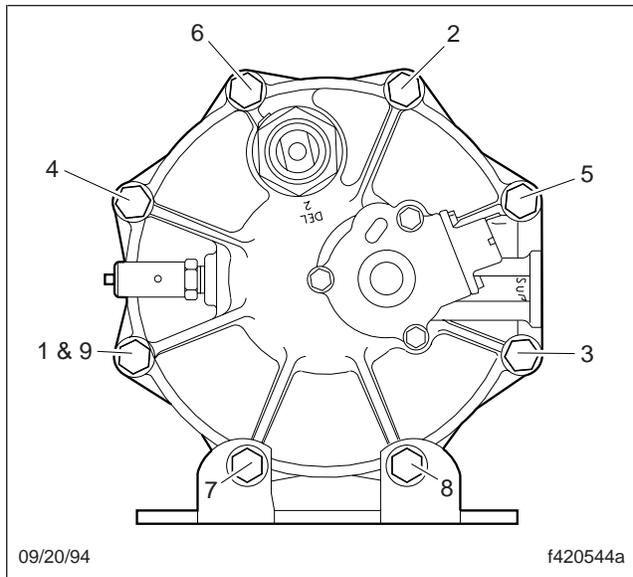

Fig. 2, Modèle de serrage capuchon d'extrémité - boîtier
16. Installez les 6 boulons, 12 rondelles et les 6 nouveaux écrous. Serrez les écrous en étoile au couple de 3 060 à 4 340 N cm (270 à 385 po-lb) Voir la **figure 2**.